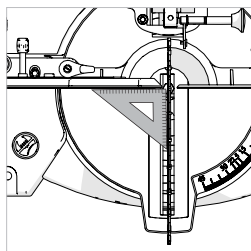

Рис. 13
- Приложите угольник одной короткой стороной к упорной планке, а другой – к диску (в промежутке между карбид-вольфрамовыми выступами) (**рис. 13**).